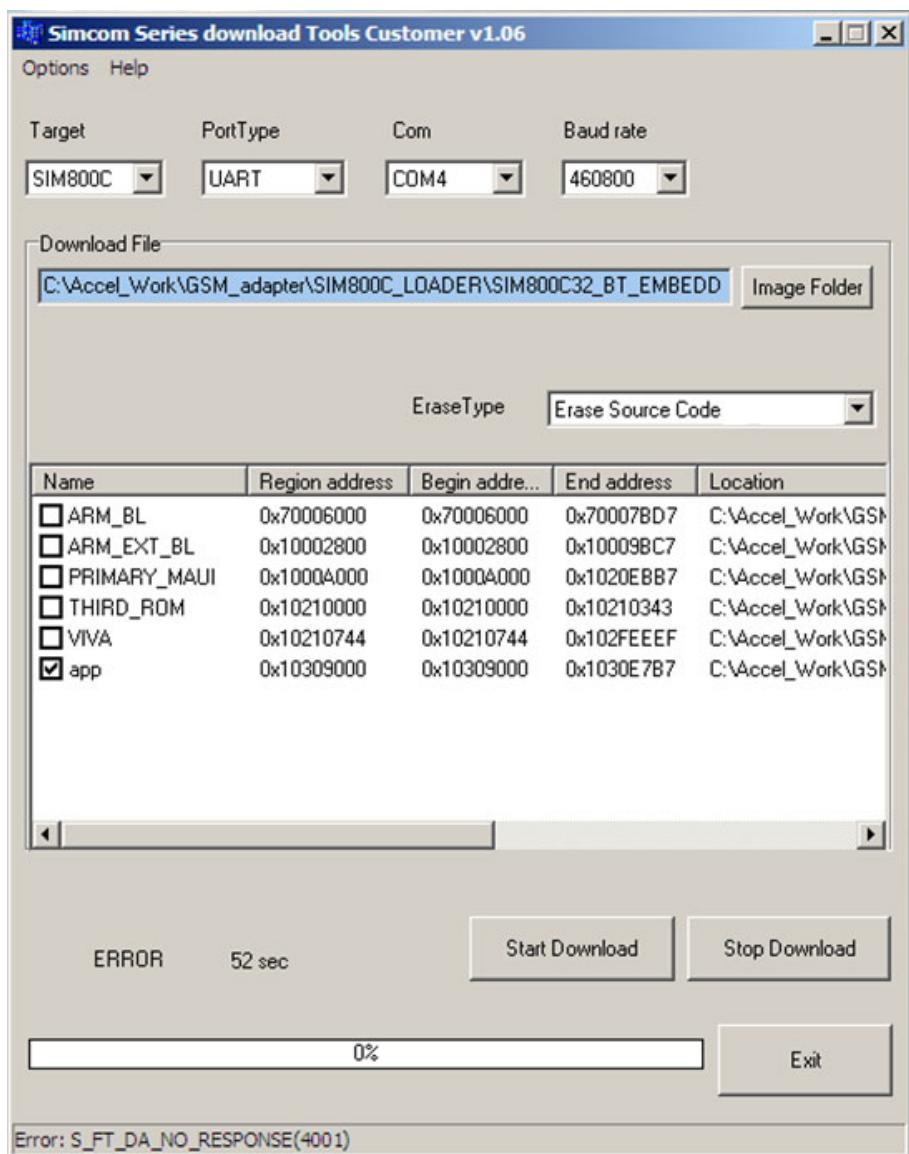

Рисунок 4. Окно программы «Simcom\_Series\_download\_Tools\_Customer.exe».
10.3 Изменение прошивки Адаптера выполняется с помощью утилиты «Simcom\_Series\_download\_Tools\_Customer.exe» (Рисунок 4) и кабеля АИДВ.625.621.046-01. Программирование можно выполнить с компьютера, на котором установлен драйвер FTDI.